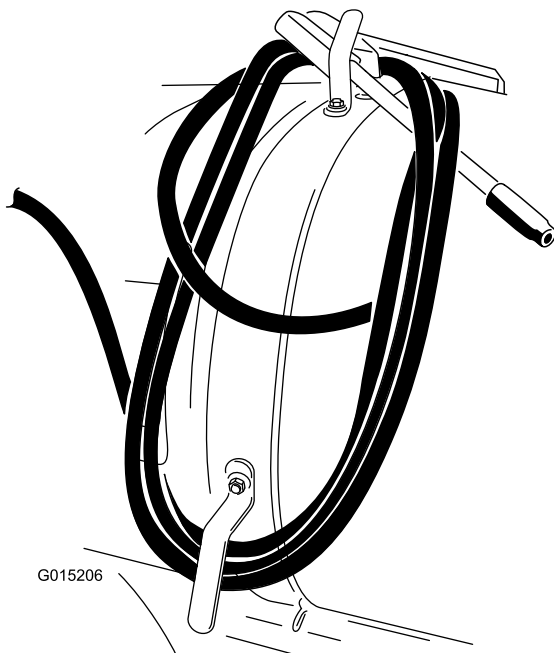

Bild 14
4. Wickeln Sie den Schlauch um die Haken des Behälters und befestigen Sie die Spritzpistole, wie in Bild 14 dargestellt.